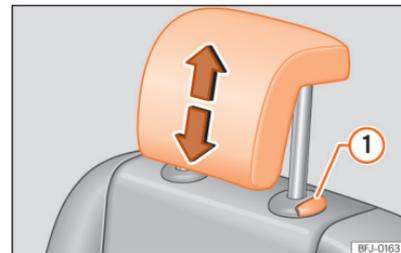

Abb. 98 Kopfstütze hinten: Ausbau.
- Kopfstütze bei gedrückter Taste »» (Abb. 98)  ganz herausziehen.